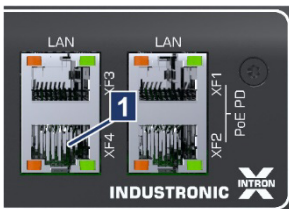

Abb. 5-4: Ethernet-Schnittstelle *XF4*
2. Controller über die Ethernet-Schnittstelle *XF4* mit PC/Laptop verbinden (→ Abb. 5-4/1).